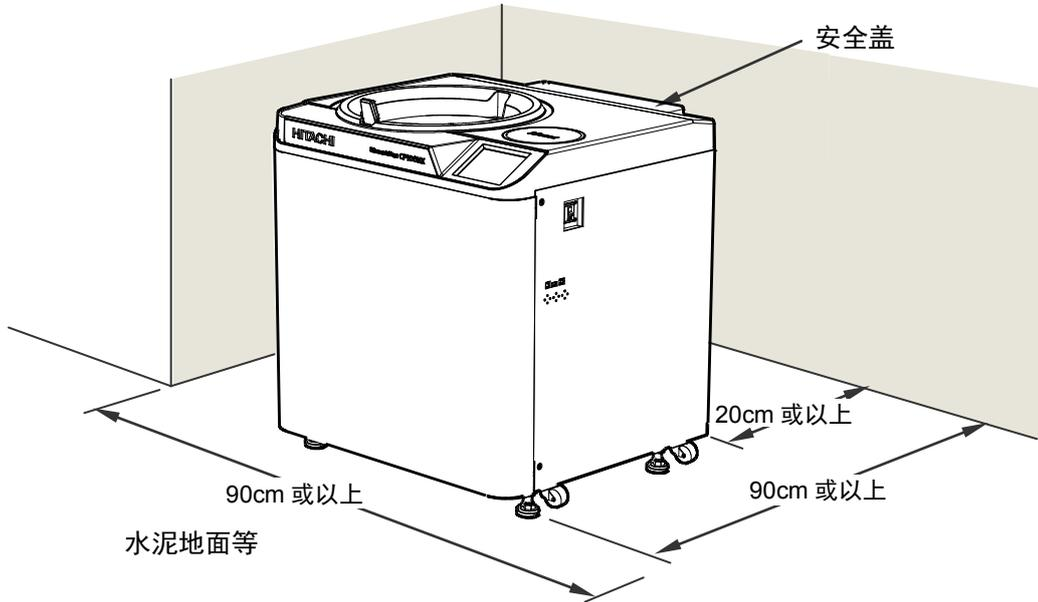

图 6-1 安装地点
- (1) 将超速离心机安装在混凝土、石材或硬木地板上。请勿将超速离心机安装在软地板、地毯等易传递外部振动的场所。
- (2) 操作的环境温度是2~40℃，如果室温上升到30℃以上时，转子的温度可能会变得过高。请勿将超速离心机安装在阳光直射或其他环境温度高于30℃的场所。
- (3) 超速离心机后方需要预留超过20cm的空隙，且至少距离地面90X90cm（参见图6-1）。确保设备周围有自由流通的空气。请勿将超速离心机安装在任何其他发热的机器/设备附近，这可能会降低超速离心机的冷却性能。